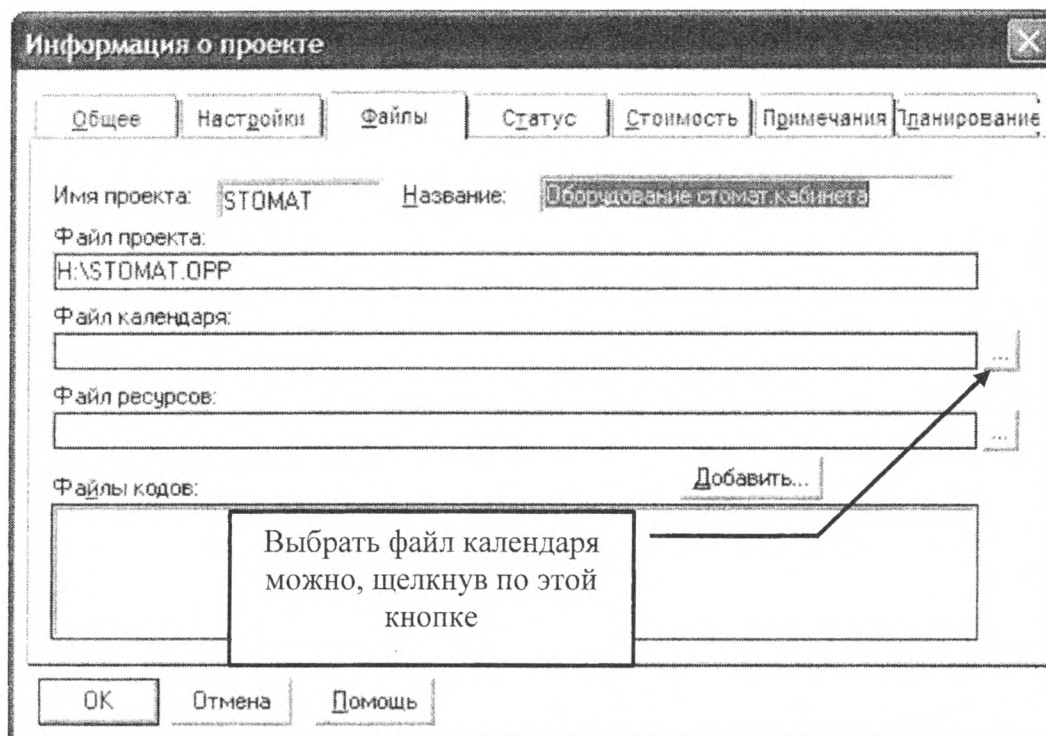

Рис. 23. Прикрепление календаря к проекту
4. Перейдите на вкладку **Файлы** и задайте путь до файла, воспользовавшись кнопкой обзора (рис. 23).